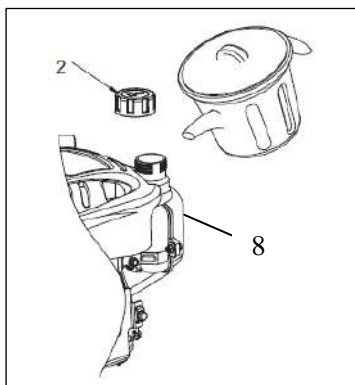

Fig .5
1. Saque el tapón del depósito (2).
2. Agregue combustible hasta el límite de nivel de combustible en el cuello del tanque (8). (Vea Fig. 5)
5. Depósito (8) con capacidad para: 1.2L (0.317US gal)